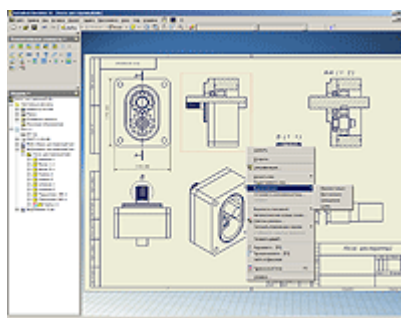

Рисунок 12
12. Для удобства размещения видов на чертеже и управления прочими функциями работы с видами, можно воспользоваться контекстным меню, которое вызывается нажатием правой кнопки мыши на выбранном виде. Например, можно включить или выключить выравнивание позиционных видов относительно главного вида, удалить или повернуть какой-либо из видов, автоматически нанести осевые линии, показать или скрыть резьбу и т.д. (см. Рисунок 12)